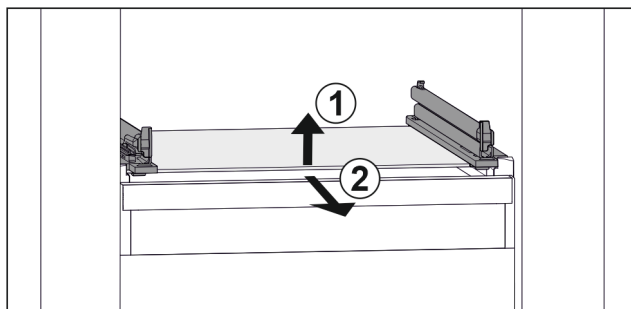

Fig. 140 Příklad znázornění skleněné desky
- ▶ Nadzvedněte skleněnou desku vpředu. Fig. 140 (1)
- ▶ Vyměte skleněnou desku dopředu. Fig. 140 (2)